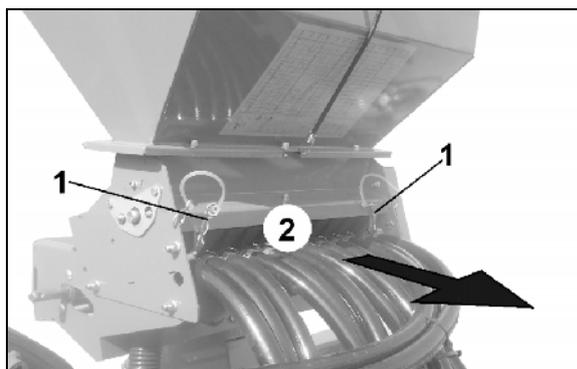

Fig. 38
1. Sacar ambos pasadores de muelle (Fig. 38/1).
2. Extraer la unidad dosificadora (Fig. 38/2) hacia atrás hasta el tope.